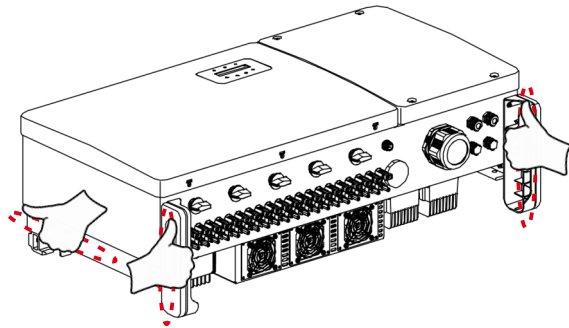

Figure 3.4 Poignées de l'onduleur
2. Il faut deux personnes pour retirer l'onduleur de la boîte d'expédition. Utilisez les poignées intégrées au dissipateur de chaleur pour retirer l'onduleur du carton (voir figure 3.4).